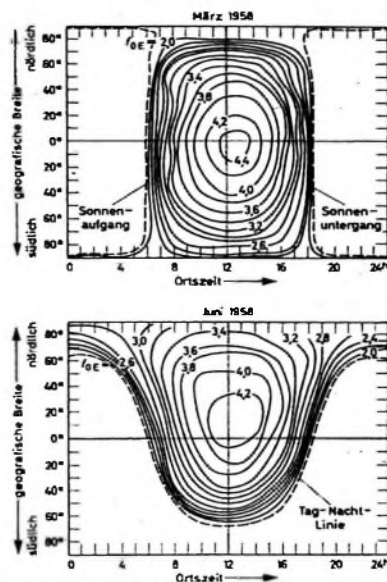

Bild 20. f_{0E} im März und Juni 1958 (hohe Sonnenaktivität, nach [2]); Abszisse: Ortszeit, Ordinate: geographische Breite
können alle regelmäßigen Variationen zugleich mit ausreichender Genauigkeit erfaßt werden [2]. Der erste Faktor gibt die Grenzfrequenz bei der Sonnenfleckenzahl $R = 0$ und senkrechtem Sonnenstand ($\chi = 0$) an, der zweite die Abhängigkeit von der Sonnenaktivität (im allgemeinen wird die über 12 Monate gemittelte Sonnenfleckenzahl eingesetzt) und der dritte die tages- und jahreszeitliche und geografische Variation, zusammengefaßt im Sonnenstandswinkel χ . Bild 20 zeigt zwei Weltkarten für f_{0E} bei hoher Sonnenaktivität, auf denen man auch kleine Unregelmäßigkeiten erkennen kann. Es sind auch noch genauere Formeln als Gl. (8) aufgestellt worden [5].